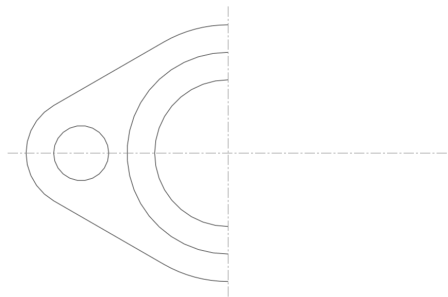

图 3-18 打开素材模型
(1) 单击常用工具栏中的【打开】按钮, 打开一幅素材模型, 如图 3-18 所示。